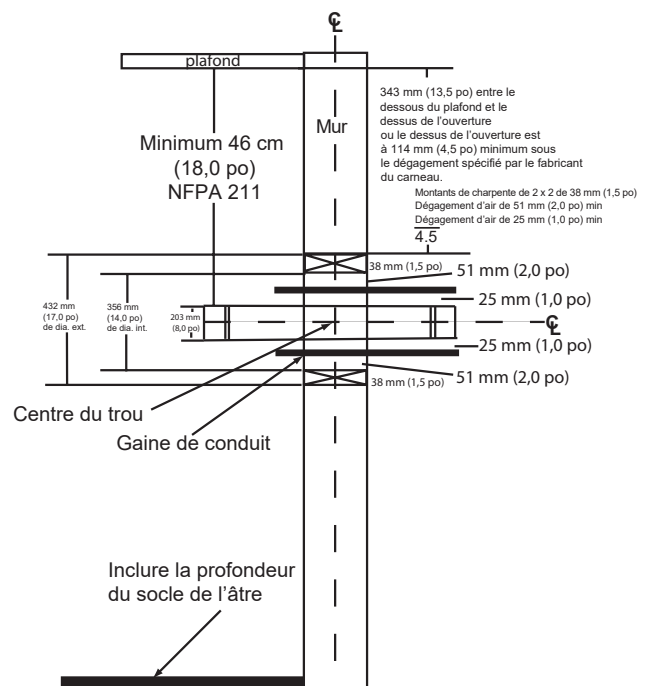

Figure 16.2
- L'ouverture en haut du mur doit être à au moins 343 mm (13 1/2 po) du plafond ou à 114 mm (4-1/2 po) au-dessus du dégagement minimum spécifié par le fabricant du carneau. Le dégagement vertical minimum selon NFPA 211 est de 457 mm (18 po) depuis le carneau et le plafond ou égal à la valeur minimale recommandée par le fabricant du carneau (**Figure 16.2**).
1. Pratiquez une ouverture dans le mur intérieur à la hauteur prévue pour l'entrée du carneau dans la cheminée en maçonnerie (**Figure 16.2**).
3. Construisez un cadre de 432 x 432 mm (17 x 17 po) (dimensions extérieures) pour l'ouverture du mur en utilisant du bois de charpente de 51 x 51 mm (2 x 2 po). L'intérieur de ce cadre doit avoir une ouverture de 356 x 356 mm (14 x 14 po) minimum (**Figure 16.2**).